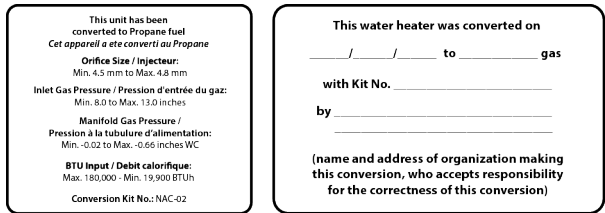

Figure 11. Emplacement des étiquettes de conversion du gaz
- Une fois que les valeurs de CO₂ ou les valeurs de correction ont été confirmées, appliquez les étiquettes de conversion incluses afin de démontrer que l'appareil a été converti au gaz propane. Placez ces étiquettes à côté de la plaque signalétique, comme indiqué sur la Figure 11.